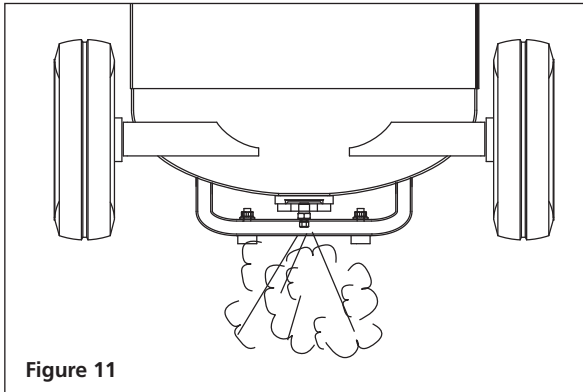

Figure 11
2. Ouvrez le robinet de vidange inférieur (voir la figure 11). Tournez la soupape de sortie afin de laisser passer l'air.
Videz le réservoir: Débranchez l'appareil, verrouillez-le et placez-y une étiquette d'avertissement; évacuez la pression. Évacuez toute l'humidité du réservoir en ouvrant le robinet de vidange qui se trouve sous le réservoir jusqu'à ce que la pression de ce dernier soit de 276 kPa (Voir figure 11 à la page Fr12).